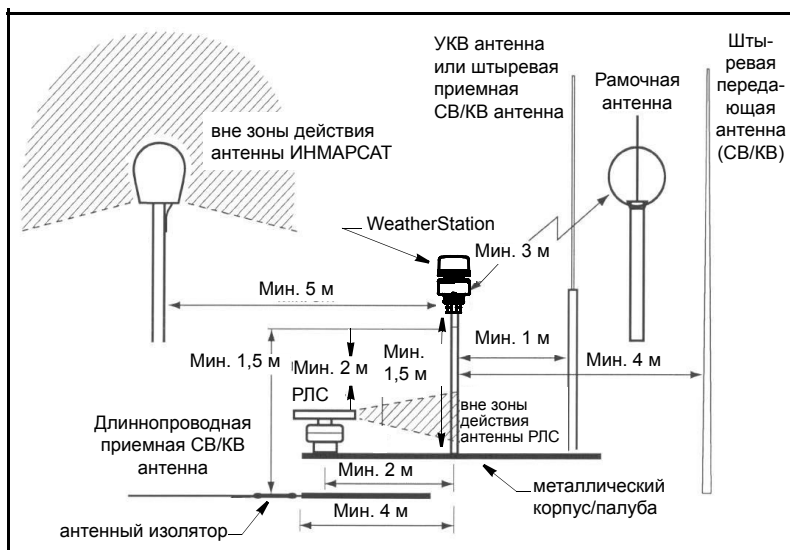

Рисунок 2. Антенны (с разрешения Northstar BNT, Acton, MA) 10
- Чтобы предотвратить влияние помех на встроенный приемник GPS (см. рисунок 2):